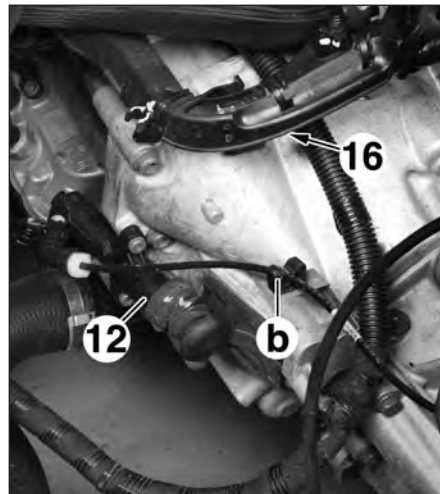

FIG.9
- Dégrafer la canalisation d'embrayage en (b) (Fig.9).
- Déposer et écarter le cylindre récepteur (12) (sans ouvrir le circuit hydraulique).
- la vis (16) de fixation de la goulotte du faisceau électrique (Fig.9),